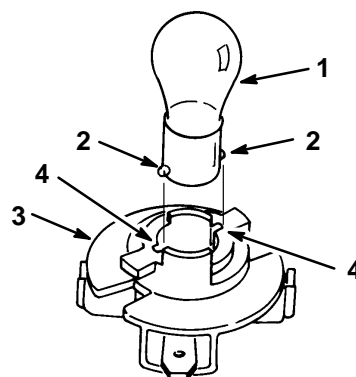

Figure 18
4. Pousser sur l'ampoule pour la tourner à fond vers la gauche (env. 1/4 tour) et la retirer de l'embase (Fig. 18).
1. Le culot de l'ampoule présente deux ergots métalliques. Aligner ces ergots face aux rainures de l'embase et insérer le culot dans la douille de l'embase (Fig. 18). Pousser sur l'ampoule et la tourner à fond vers la droite.